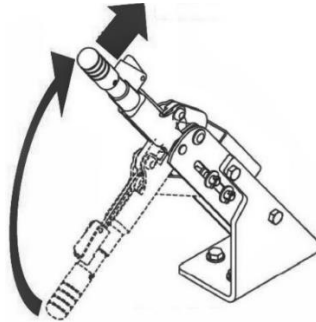

Figure 2 - Frein de stationnement
4. Assurez-vous que le frein de stationnement est désengagé (figure 2).